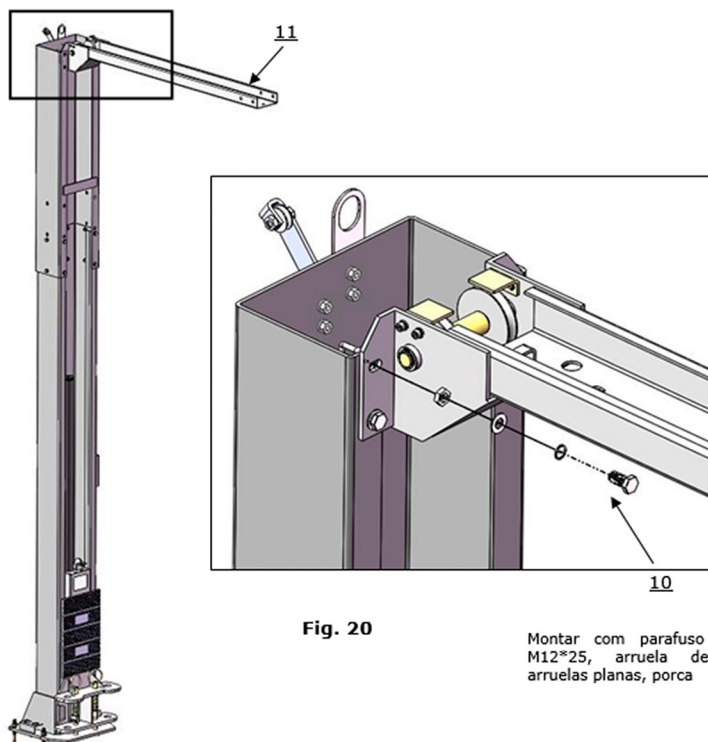

Fig. 20
1. Pendure o gancho da viga superior A na coluna externa, alinhe os furos e instale os parafusos. (Veja a Fig. 20).